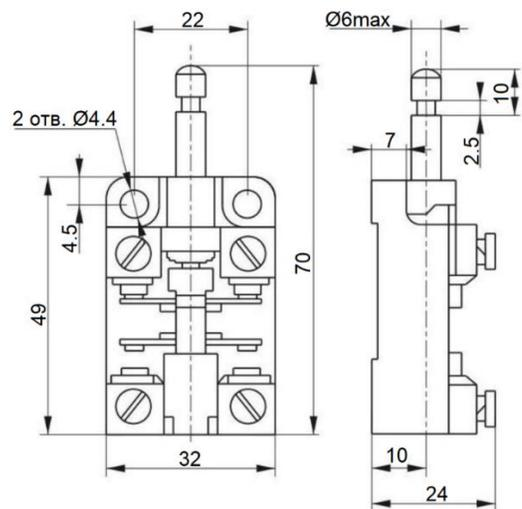

Рис.7. ВПК 2010 БУХЛ4 Д/Т
2.1.1 В качестве контактного элемента в выключателях ВПК 21__БУ2 используется контактный блок ВПК 2010 (см.рис.7) с двумя электрическими отдельными контактными мостиками.